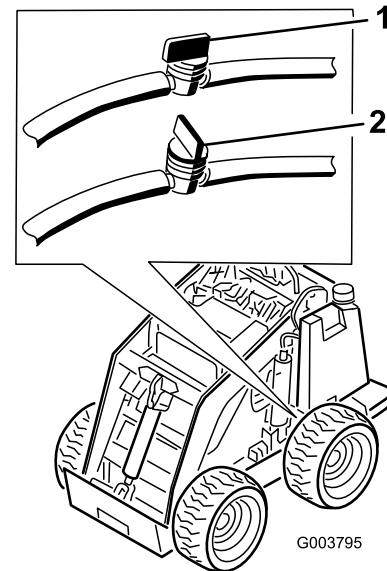

Figura 34
2. Cierre la válvula de combustible, situada debajo del depósito de combustible (Figura 34).
8. Cierre la válvula de combustible, situada en el fondo del depósito de combustible (Figura 34).
3. Cierre la válvula de combustible, situada en la manguera cerca del fondo del depósito de combustible (Figura 34).
10. Abra la válvula de combustible, situada en la manguera cerca de la parte inferior del depósito de combustible, según se muestra en Figura 34.